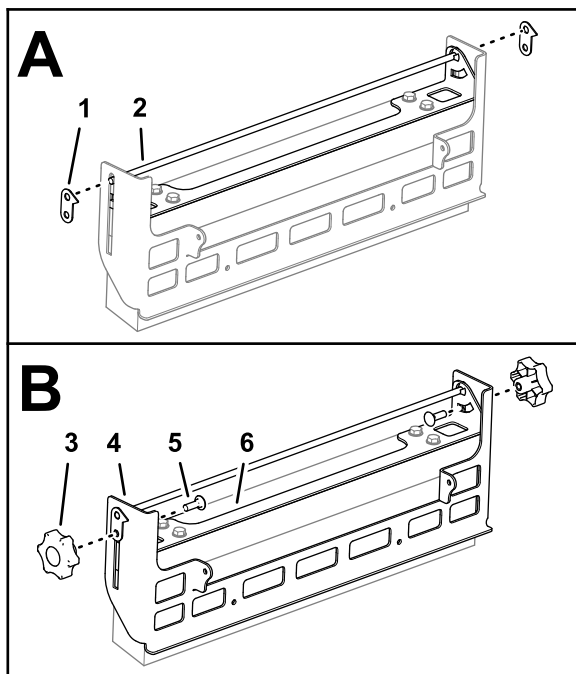

Figure 3
2. Placez une plaque de hauteur de brosse à l'extrémité de la tige de la poignée du support de réglage de la brosse, comme montré à la Figure 3.
3. Insérez un boulon de carrosserie dans l'ouverture du support de réglage, la fente du support de montage et le trou inférieur de la plaque de hauteur (Figure 3) de la brosse.
4. Vissez un bouton sur le boulon de carrosserie et serrez le bouton (Figure 3).